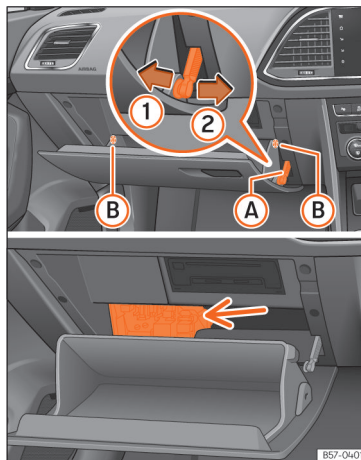

Fig. 202 Autovehicule cu volan pe dreapta: capul panoului de siguranțe sub planșa de bord de pe partea pasagerului.
- Desfaceți limitatorul de deschidere >>> **fig. 202 (A)** în 2 faze: mai întâi, deblocați limi-tatorul trăgând de acesta (săgeata ①) și apoi deplasați-l ușor spre dreapta (săgeata ②). De-montați ghidajul când capacul se află în poziția normală de deschidere (30°).
- Eliberați pivoții laterali (B) pentru a degaja ca-pacul în a doua poziție de deschidere (60°).